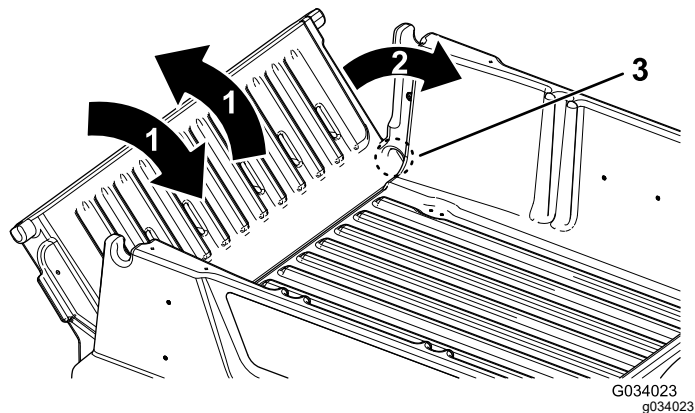

Рисунок 14
2. Установите откидной борт в положение под углом приблизительно 45° (Рисунок 14).
3. Короткими движениями, встряхивая, переместите откидной борт назад и вперед несколько раз (Рисунок 14).